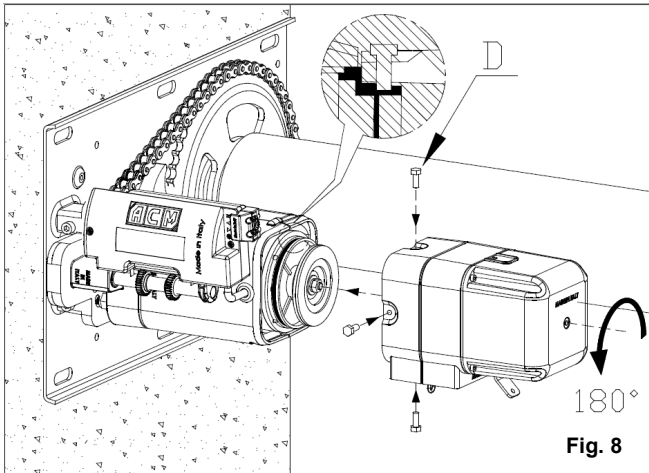

Fig. 8
The gearmotor provided is configured for installation to the right of the shutter seen from inside. However the system is arranged to be installed on both right and left as shown in Fig. 8 and 9. After fixing the winding shaft, assemble the motor on the bracket transmission by matching the three pins with the respective locations of the gear unit (see Figure 4). At this point push the stop bracket on the engine, fitting the trap hex drive shaft in the seat of the toothed pinion. Tighten the gearmotor using the three M10 nuts.
Le motoréducteur fourni est configuré pour une installation à droite du volet, vue de l'intérieur. Cependant, le système est prédisposé pour être installé à droite et à gauche, comme illustré sur les figures 8 et 9. Après la fixation de l'arbre d'enroulement, procéder au montage du motoréducteur sur le support de transmission, en faisant correspondre les trois broches avec les logements respectifs du réducteur (voir la figure 4). À ce stade, pousser le moteur sur la butée du support, en encastrant l'arbre d'entraînement hexagonal dans le logement du pignon cranté. Serrer le motoréducteur par le biais des trois écrous M10.
El motorreductor entregado está configurado para una instalación a la derecha del cierre enrollable, visto desde el interior. El sistema, en todo caso, está preajustado para su instalación tanto a la derecha como a la izquierda, según se muestra en las fig. 8 y 9. Después de haber fijado el eje de enrollado, efectuar el montaje del motorreductor sobre el estribo de transmisión, de modo que los tres pernos coincidan con los correspondientes alojamientos del reductor (ver fig.4). Hecho esto, empujar el motor hasta que haga tope en el estribo, de modo que el eje hexagonal de arrastre encaje en el asiento del piñón dentado. Apretar el motorreductor mediante las tres tuercas M10.
EN - For the configuration on the left of the gear motor, proceed as follows: Unscrew the 4 screws (D) shown in Figure 8 to release the electric brake assembly. Rotate the brake assembly 180° rotation in such a way that the chain, used for the manual operation, is facing perpendicularly downward. At this point push the brake assembly to overcome the resistance of the internal spring and proceed to tighten the 4 screws that were previously loosened. **Caution:** verify that the 4 screws fit properly into the groove of the electric motor as shown in the Figure 8 detail. This operation is essential for the proper functioning of the electric brake assembly.
**FR -** Pour la configuration à gauche du motoréducteur, procéder comme suit : dévisser les 4 vis (D) représentées sur la figure 8 pour libérer le groupe du frein électrique. Effectuer la rotation à 180° du groupe frein afin que la chaîne, utilisée pour la manœuvre manuelle, soit dirigée perpendiculairement vers le bas. À ce stade, pousser le groupe frein pour vaincre la résistance du ressort interne et serrer les 4 vis précédemment desserrées. **Attention** : vérifier que les 4 vis s'insèrent correctement dans la rainure du moteur électrique comme indiqué dans le détail de la figure 8. Cette opération est indispensable pour le bon fonctionnement du groupe du frein électrique.